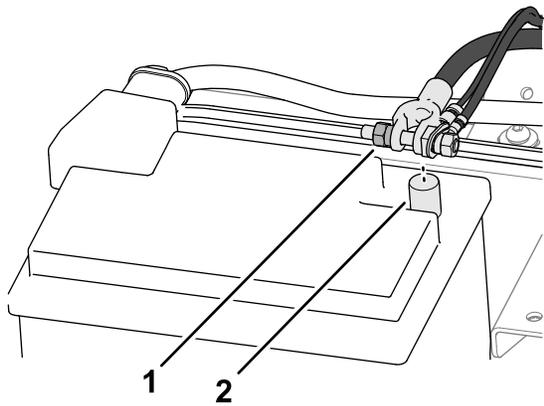

Bild 27
1. Schließen Sie die Klemme des Minuskabels der Batterie (Bild 27) an dem Minuspol der Batterie an.
2. Ziehen Sie die vordere Mutter und die T-Schraube (Bild 27) der Kabelklemme des Minuskabels fest.